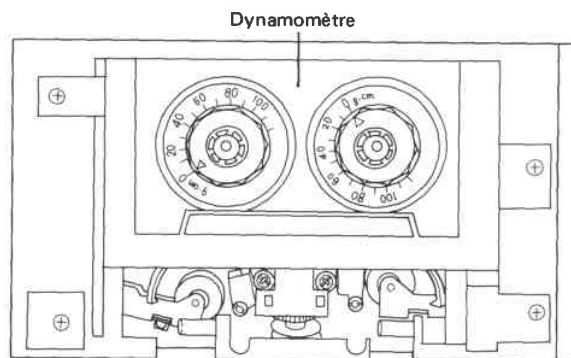

Fig. 11-6 Réglage du couple d'enroulement
5. Vérifier si le couple d'enroulement est égal à $45 \pm 10 \text{ g-cm}$ (Fig. 11-6).